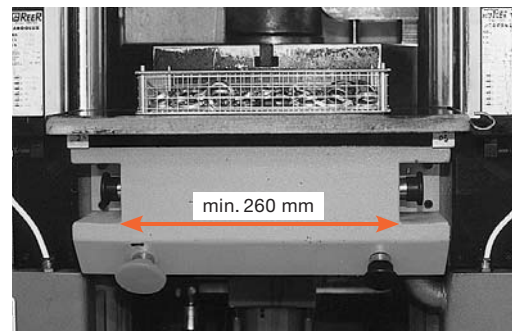

Fig. 6: commande à deux mains avec écartement min. de 260 mm et boutons protégés.
- commande bimanuelle (Fig. 6)